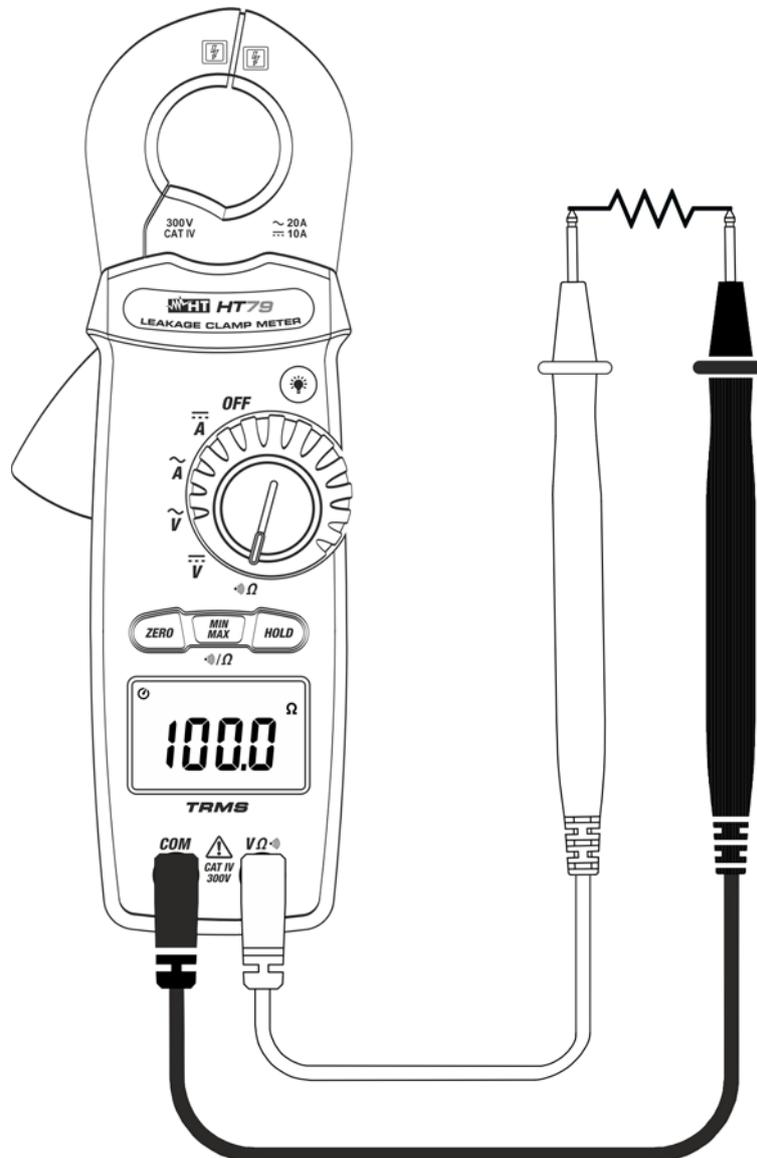

Abb. 6: Verwendung des Gerätes für Widerstandsmessung
3. Verbinden Sie die Messleitungen mit den gewünschten Messpunkten des zu messenden Kreises (siehe Fig. 6). Der Widerstandswert erscheint auf dem Display.